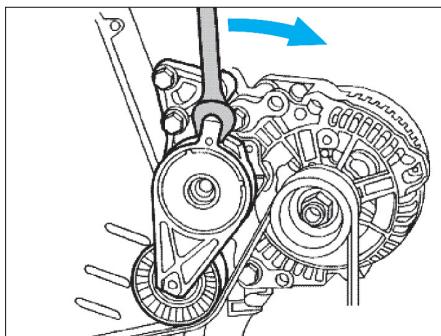

Fig. 13
- Détendre la courroie, en basculant le tendeur dans le sens de la flèche (Fig.13).